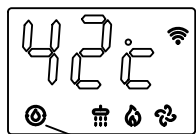

图22
2. 单巡航模式（如图22）：首先设置好预热巡航的保温温度（参考预热巡航保温温度设置）。设置完成后，用户按“⊙”键切换到单巡航功能，则“⊙”图标闪亮，系统便会根据用户当前设定的保温温度与循环管内水温变化情况适时启动水泵并点火加热，当循环管内水温达到保温温度时，热水器停止加热，保温预热结束，单巡航指示灯由高亮变为不亮。